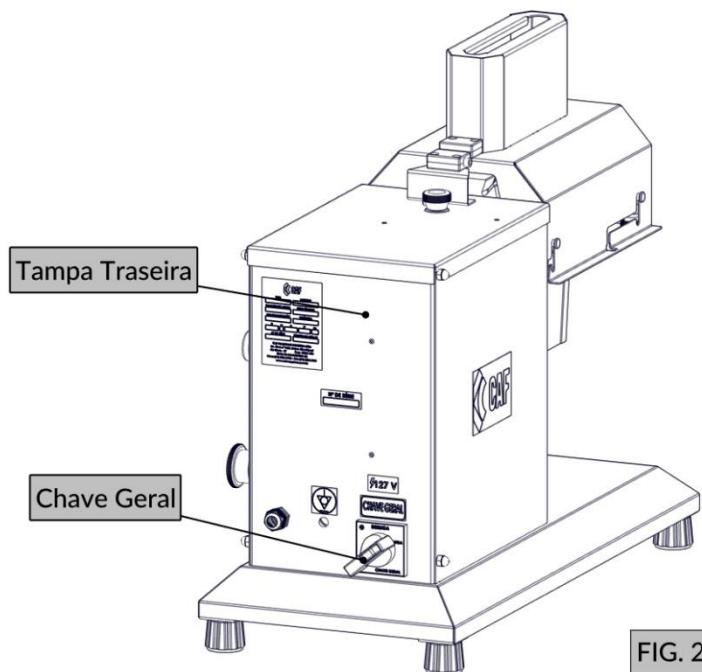

FIG. 2
2. Ligue a chave geral (FIG. 2);